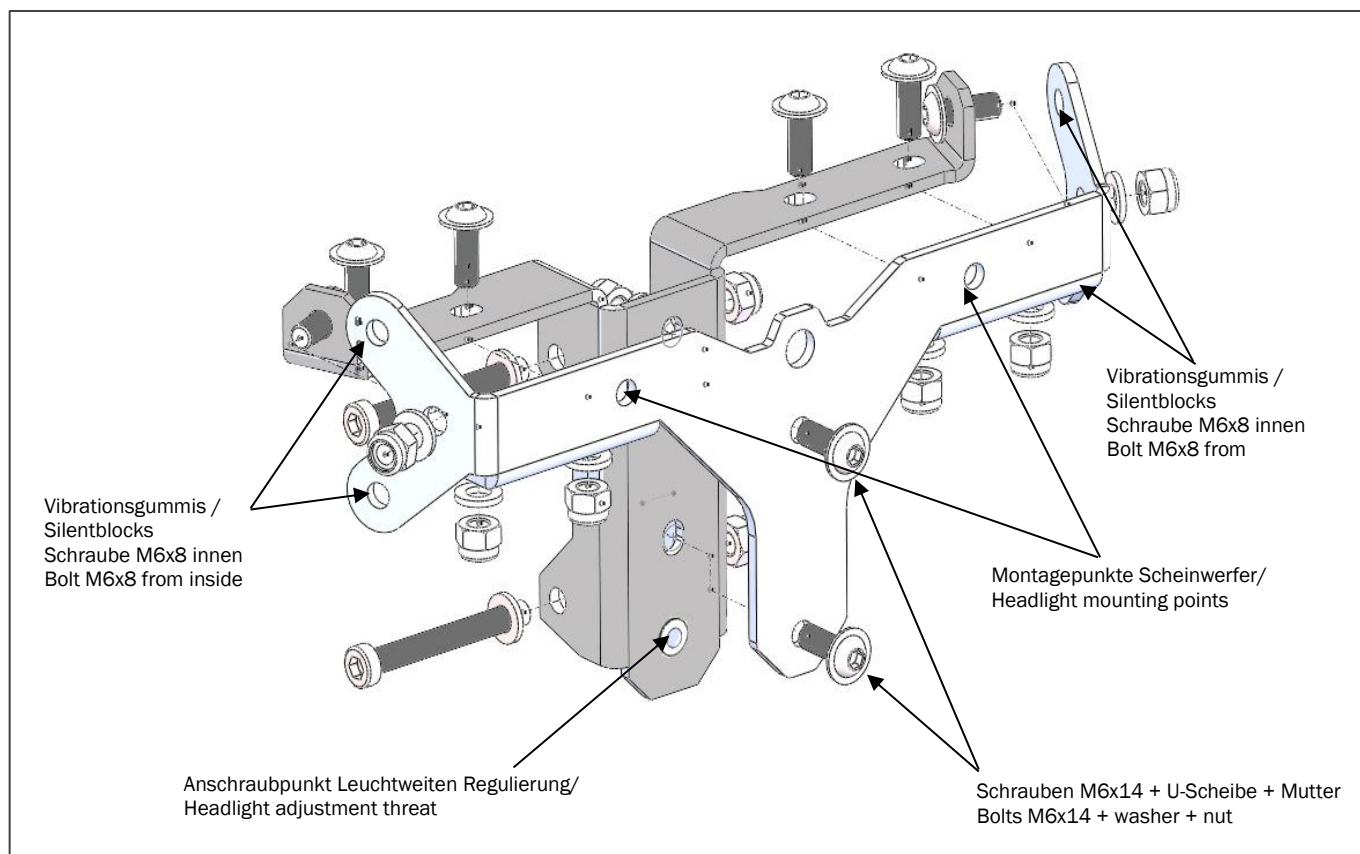

Abb. 1
1. Abb. 1 + 2: Das Fronthalter Vorderteil mit dem Rückteil verschrauben. Schrauben M6x14 mit Mutter und U-Scheibe.
5. Abb. 1 4 x Vibrationsgummi mit Schrauben M6x8 verschrauben.